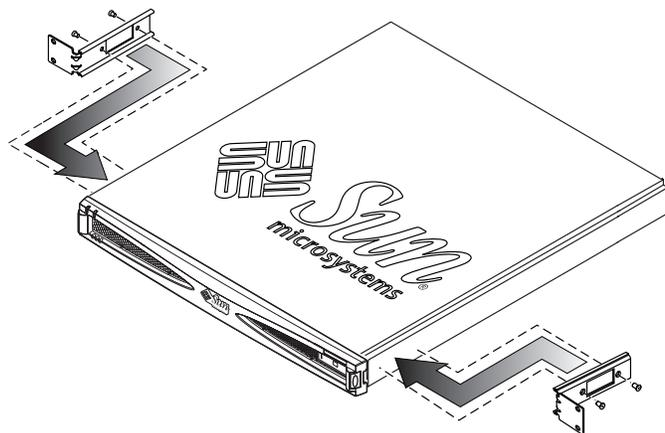
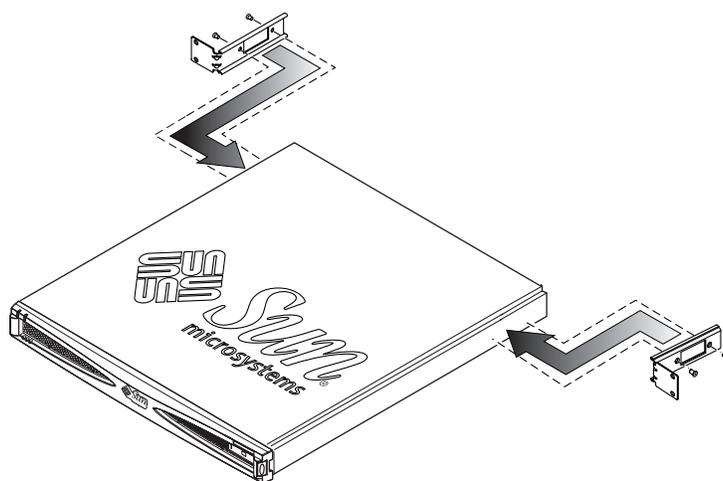

图 3-9 将机架安装托架连接到前部
图 3-10 将机架安装托架连接到后部
1. 将两个固定的托架连接到系统前部第二个和第三个旋孔上（请参见图 3-9）或系统后部的旋孔上（请参见图 3-10）。